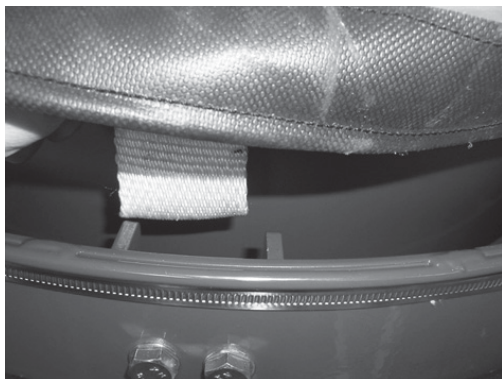

Fig. 9
6) Take the lower part of the clamp (pos. 1, Fig.5) and bring the slot between the two sides of the tie-rod for clamps (Fig. 9).
6) Den unteren Teil des Gurts (Pos.1 Abb. 5) nehmen und das Langloch zwischen die beiden seitlichen Flanken des Gurtzugbolzens bringen (Abb. 9).
6) Saisir la partie inférieure de la bande (pos. 1, fig.5) et placer la rainure entre les deux bords latéraux du tirant pour bandes. (Fig. 9).
6) Prendere la parte inferiore della fascia (pos. 1, fig.5) e portare l'asola fra le due spondine laterali del tirante per fasce. (Fig. 9).